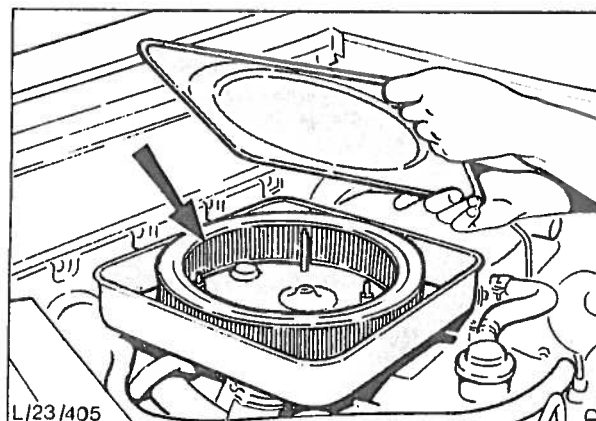

Fig. 27 Demontering av luftfilterelement.
3. Demonter tre muttere, løft av luftfilterlokket og ta ut elementet, (se fig. 27).